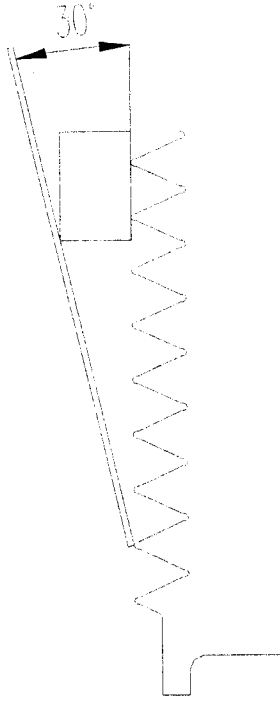

Рис.18
2. На поддерживающие ножи стола наклонно (около 30 град к горизонту), вдоль оси Y расположите стальной лист толщиной 2,5-3 мм (см. рис.18).